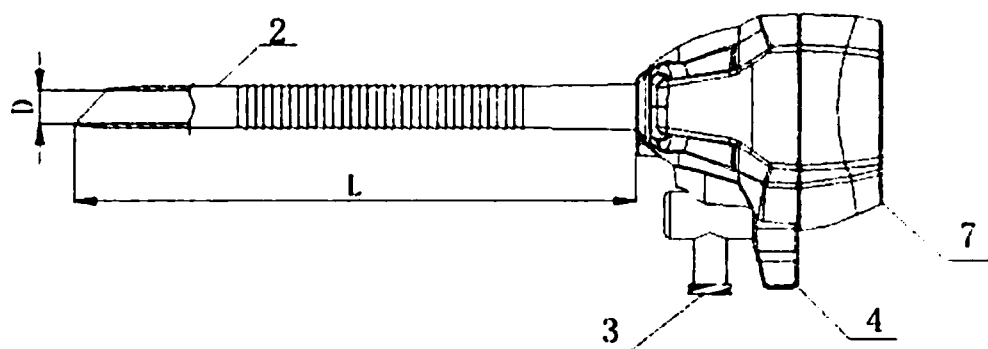

Рис. 2 - троакар эндоскопический одноразовый без obtюратора
4. Вставьте эндоскоп в отверстие на проксимальном конце obturator, пока он не достигнет дистального конца obturator (рисунок 2).